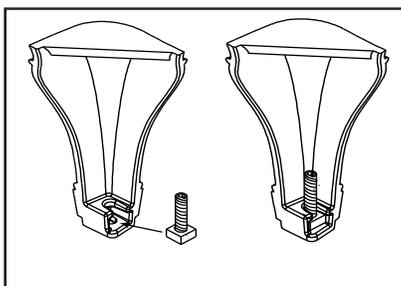
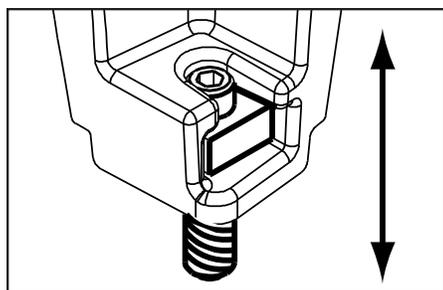

Figure 19.2
Figure 19.3 - Boulon totalement étendu
2. Faites glisser les boulons et écrous assemblés dans les rainures sur les pieds, les écrous vers le bas. **Figure 19.2.** Utilisez une clé Allen de 4 mm pour régler les pieds vers le haut ou vers le bas jusqu'à atteindre le niveau souhaité. **Figure 19.3.**